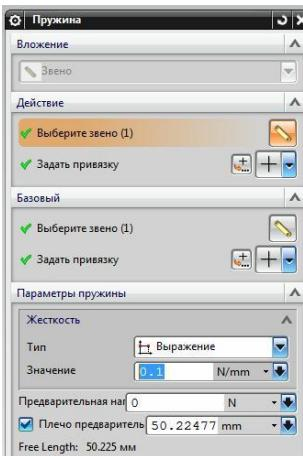

рис.7
- Диалоговое окно самой связи показано на рис.7. Обратите внимание на параметры самой пружины. Это диалоговое окно из версии NX 8.5. В этом окне обратите внимание на поля: *Предварительная нагрузка*, *Плечо предварительное*, и *Free Lenth*.
➤ Предварительную нагрузку пружины в ньютонах можно задать в поле *Предварительная нагрузка*. Фактически это означает предварительное растяжение или сжатие пружины. И тогда в соответствии с ранее указанной жесткостью пружины система рассчитает её растянутую или сжатую длину в начальном состоянии, и покажет эту длину в поле *Free Lenth*. Если вы зададите предварительную нагрузку пружины в 0Н, то цифры в окошке *Плечо предварительное*, и значение *Free Lenth* окажутся одинаковыми (рис.7а).
рис.7а
- Указание точек крепления пружины – самое обычное. Задается деталь, и точка крепления (точка привязки). Не обращайте особого внимания на то, что в диалоговом окне (рис.7) одна точка крепления описывается в поле *Действие*, а вторая точка крепления – в поле *Базовый*. Обе точки крепления пружины можно считать равноправными.